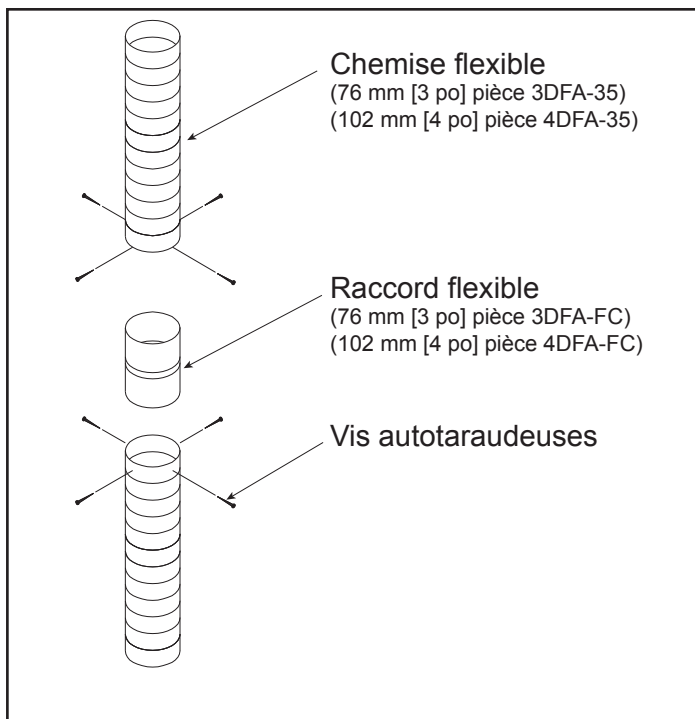

Figure 4.20
7. Si des longueurs supplémentaires ou des doublages flexibles sont nécessaires pour augmenter la hauteur de la cheminée, utilisez un accouplement flexible pour joindre les sections de doublage. Connectez la doublure flexible à l'accouplement au moyen de quatre vis autotaraudeuses à chaque extrémité. Voir la Figure 4.20.